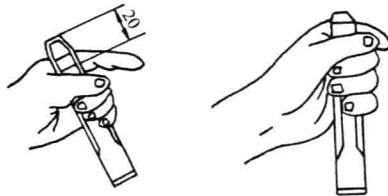

图 1 凿子的握持方法
(1) 凿子的握持法: 凿子主要用左手的中指、无名指和小指、大姆指和食指自然接触, 凿子的头部伸出约 20mm(图 1)。凿子不要握的太紧, 以减少握凿手的振动力。凿削时, 小臂要自然平放, 凿子要保持正确的倾斜角度(后角 = $5^\circ \sim 8^\circ$)。
(2) 凿削平面的方法: 开始凿削时, 应从工件侧面的尖角处, 轻轻起凿, 凿开缺口后把凿子逐渐地移向中间, 转入全宽凿削; 每次凿削量约 0.5 ~ 2mm。当凿削快到离尽头 10mm 左右时, 必须调头凿削剩下的部分, 尤其对青铜、铸铁等脆性材料更应这样作。否则工件尽头处就会崩裂。